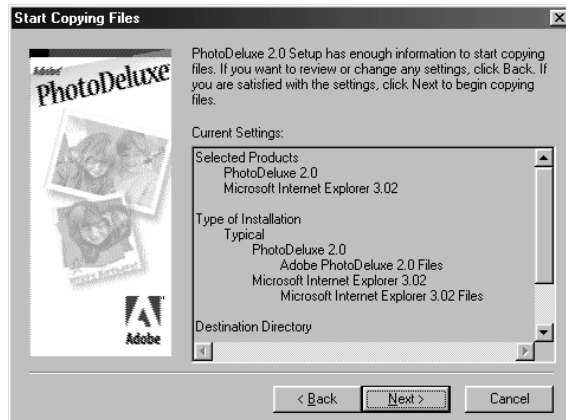

Figura 18: Installazione di Adobe PhotoDeluxe 2.0
10. Nella schermata successiva viene chiesto di confermare se i dati immessi sono corretti. Fare clic su "Yes". Apparirà una finestra come quella della figura 18.